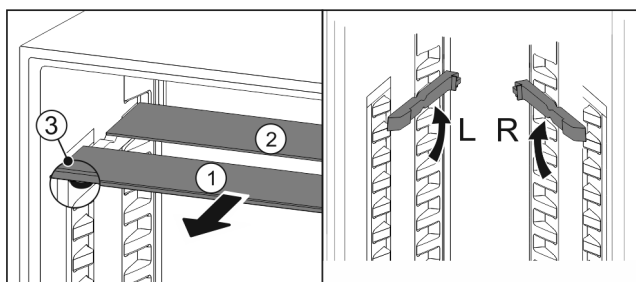

Fig. 76
- Vytiahnite sklené dosky jednotlivu dopredu Fig. 76 (1).
- ▷ Sklená doska Fig. 76 (1) s ozdobnou lištou leží vpredu.
- ▷ Zarážky Fig. 76 (3) ukazujú nadol.